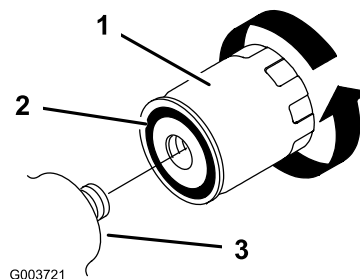

Figura 32
- Retire el filtro usado (Figura 32) y limpie con un paño la superficie de la junta del adaptador del filtro.
- Aplice una capa fina de aceite hidráulico a la junta de goma del filtro nuevo (Figura 32).
6. Instale el filtro hidráulico nuevo en el adaptador del filtro (Figura 32). Apriete el filtro en el sentido de las agujas del reloj hasta que la junta de goma entre en contacto con el adaptador del filtro, luego apriete el filtro 1/2 de vuelta más.